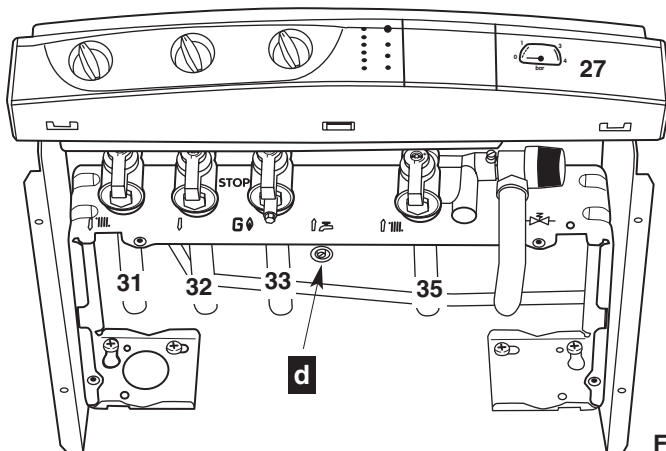
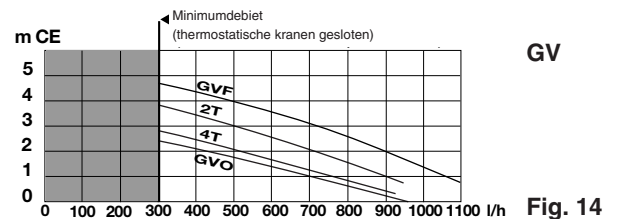

Fig. 13
Fig. 14
- Kijk na of de vertrekkransen van de verwarming **31**, vertrek heropwarming boiler **32** en retour verwarming **35** (fig. 13) wel open staan;
- sluit deze kranen wanneer de naald van de manometer **27** (fig. 13) hoger is dan de bepaalde druk op § 3
- open de gastoevoerkraan **33** (fig. 13)
- **GV**, krommen fig. 14, (in fabriek afgesteld).
Beweeg de vijs **d** (fig.13) van de regeling van de by-pass, welke men ziet onder de hydraulische blok (losvrijen om te openen), teneinde de beschikbare manometrische hoogte aan te passen aan de drukverliezen van de installatie, volgens de kurven van de diagrammen **GV** (grote snelheid) of **PV** (kleine snelheid) (fig. 14 of 15).